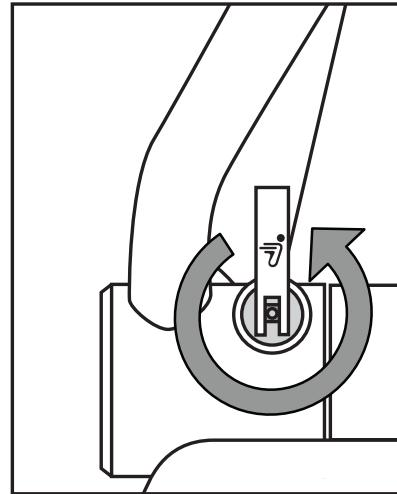

图 8. 松开免工具释放杆
9. 要拆卸免工具释放杆, 请扭曲手柄直至螺栓从倾斜操纵架楔形夹零件中脱出, 以松开免工具释放杆。请参见图 8。